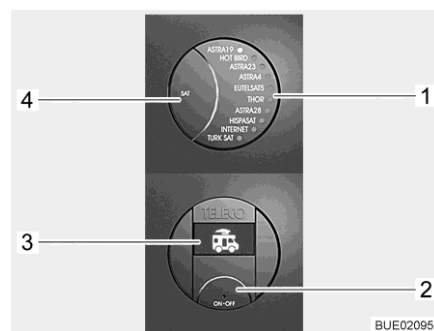

Bild 53 Bedienpanel (TeleSat)
- Taste Ein/Aus (Bild 53,2) drücken. Die LED-Anzeige des gewählten Satelliten (Bild 53,1) und die Hintergrundbeleuchtung der Tasten leuchten. Auf dem Display (Bild 53,3) erscheint das Symbol des Fahrzeugs mit eingefahrener Antenne.
- Taste Ein/Aus (Bild 53,2) erneut drücken. Die Anlage ist eingeschaltet. Wenn die Antenne eingefahren war, fährt sie jetzt in Betriebsstellung aus.
Wenn bereits die LED des gewünschten Satelliten (Bild 53,1) blinkt, einige Sekunden warten. Die Antenne richtet sich automatisch auf diesen Satelliten aus (die letzte Satellitenposition wird nach dem Ausschalten gespeichert).
Wenn die Anlage den Satelliten gefunden hat, leuchtet die LED (Bild 53,1) dauerhaft und auf dem Display (Bild 53,3) wird "SAT OK" angezeigt.
- Taste SAT (Bild 53,4) so oft drücken, bis die LED (Bild 53,1) den gewünschten Satelliten anzeigt. Die Antenne richtet sich automatisch auf diesen Satelliten aus.
- Taste Ein/Aus (Bild 53,2) drücken. Die LED-Anzeige des gewählten Satelliten (Bild 53,1) und die Hintergrundbeleuchtung der Tasten leuchten. Auf dem Display (Bild 53,3) wird der aktuell gewählte Satellit angezeigt.
- Taste Ein/Aus (Bild 53,2) erneut drücken. Die Antenne fährt ein. Wenn die Antenne komplett eingefahren ist, wird auf dem Display das Symbol des Fahrzeugs mit eingefahrener Antenne dargestellt. Die Anlage schaltet sich nach einigen Sekunden in den Standby-Modus.